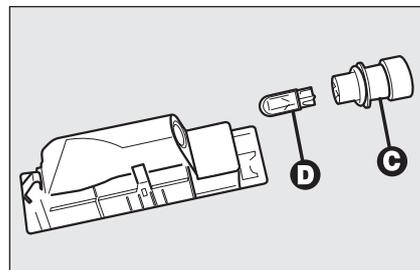

fig. 37
- estrarre il portalampada **C-fig. 37** facendolo ruotare leggermente e sostituire la lampada **D** inserita a pressione.